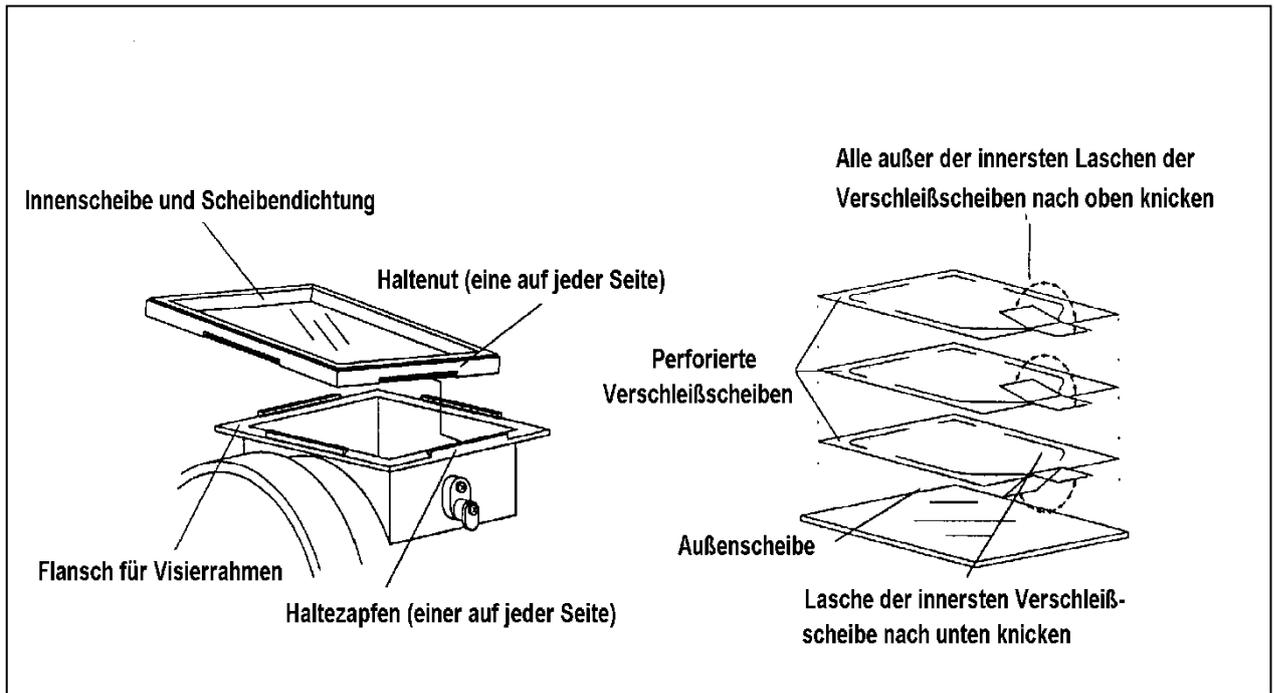

Figure 3 : Remplacement des feuillets détachables
(1) Ouvrir le cadre de visière.	Ôter le loquet en caoutchouc.
(2) Retirer la visière intérieure.	<ul style="list-style-type: none">– Ôter les feuillets détachables et la visière extérieure.– Retirer le joint et la visière intérieure de la bride.– Ôter la visière intérieure de son joint.
(3) Mettre en place une nouvelle visière intérieure.	<ul style="list-style-type: none">– Nettoyer le joint et mettre en place une nouvelle visière intérieure.– Poser le nouveau joint avec la nouvelle visière sur l'ouverture par l'extérieur.– Placer le joint avec la visière intérieure sur la bride et glisser l'une des rainures par dessus l'ergot correspondant. (voir figure 3).– Glisser les rainures restantes par dessus les ergots en procédant de l'extérieur et de l'intérieur.
(4) Mettre en place les visières restantes et fermer le cadre de visière.	<ul style="list-style-type: none">– Visière extérieure– 3 feuillets détachables
(1) Placer jusqu'à 3 feuillets détachables sur la visière extérieure (côté lisse).
(2) Plier les languettes des deux feuillets détachables supérieurs vers le haut et celle du feuillet détachable inférieur vers le bas (voir figure 3).
(3) Ouvrir le cadre de visière et ôter la visière extérieure et les restes de feuillets détachables.
(4) Placer les feuillets détachables avec la visière extérieure sur la visière intérieure de telle sorte que les languettes des feuillets détachables sortent du cadre de visière.
(5) Maintenir les visières en place et fermer le cadre.